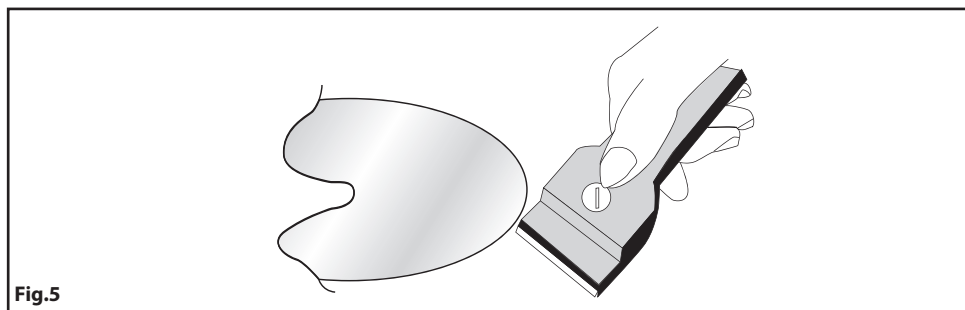
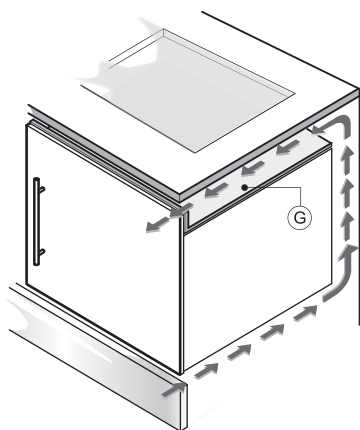
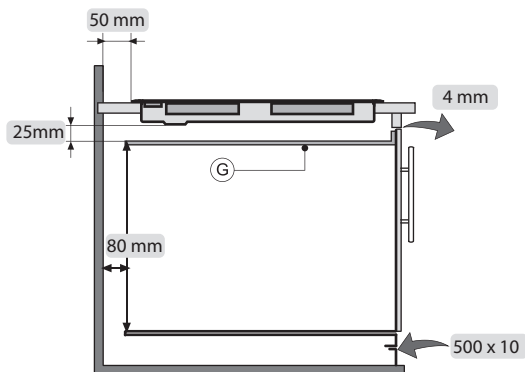

Fig.6A
Fig.6B
Fig.7A
Se la parte inferiore dell'apparecchio, dopo l'installazione, risulta accessibile, è necessario montare un pannello separatore **G** (Fig.6A) rispettando le distanze indicate (Fig.6B).
Se l'apparecchio è installato sopra un forno, il pannello non è necessario (Fig.7A - Fig.7B).
**Attenzione:** affinché possa circolare quanta più aria fresca possibile, ci deve essere una distanza minima di **40mm** tra il modulo e un qualunque apparecchio installato al di sotto del piano induzione (Fig.7B). In ogni caso bisogna consentire una adeguata areazione. Per consentire la circolazione dell'aria fresca, devono esserci delle aperture nel mobile della cucina (Fig.6A - Fig.7A), rispettando le quote indicate in Fig.6B - Fig.7B.